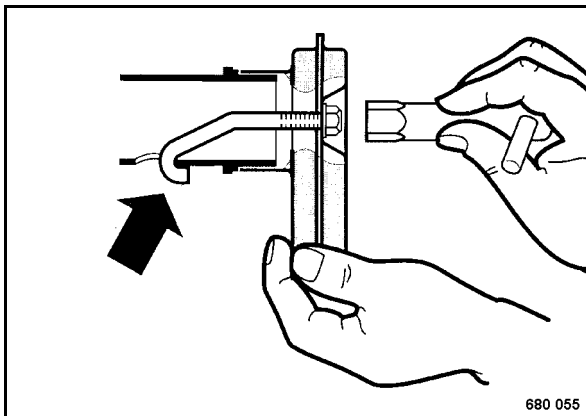

Fig. 50
- Colocar el tamiz de escape con el estribo de fijación (Fig. 50).